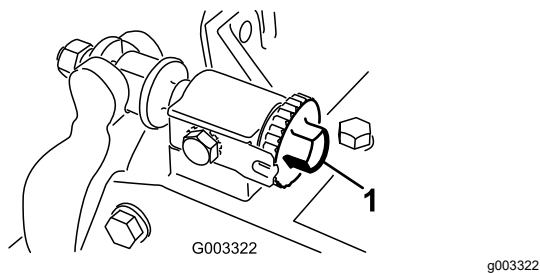

図 10
2. ベッドバー調整ねじを左に回してベッドナイフとリールの接触をなくす (図 10)。